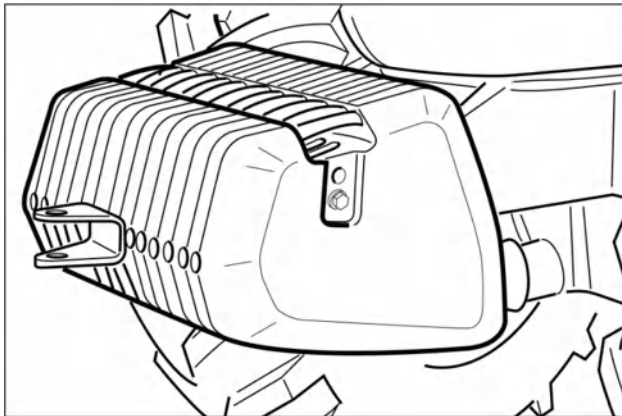

Рис. 2-26
- Используйте передние противовесы для повышения устойчивости трактора при буксировке тяжелого груза или для уравнивания тяжелого заднего навесного оборудования (рис. 2-26).